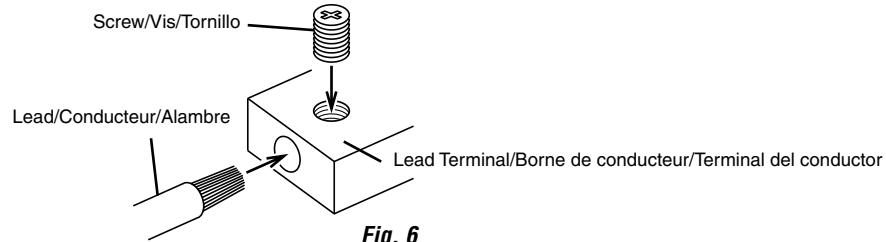

Fig. 6
3. Turn the screw attached to the terminal. Insert the exposed wire end into the lead terminal. Tighten the screw (included), to fix the lead. (Fig. 6)
3. Tourner la vis fixée à la borne. Insérer le bout du conducteur exposé dans la borne du conducteur. Serrez la vis (fournie) pour fixer le conducteur. (Fig. 6)
3. Girar el tornillo fijado al terminal. Inserte el extremo desnudo del alambre en el terminal del conductor. Apriete el tornillo (incluido) para fijar el cable. (Fig. 6)